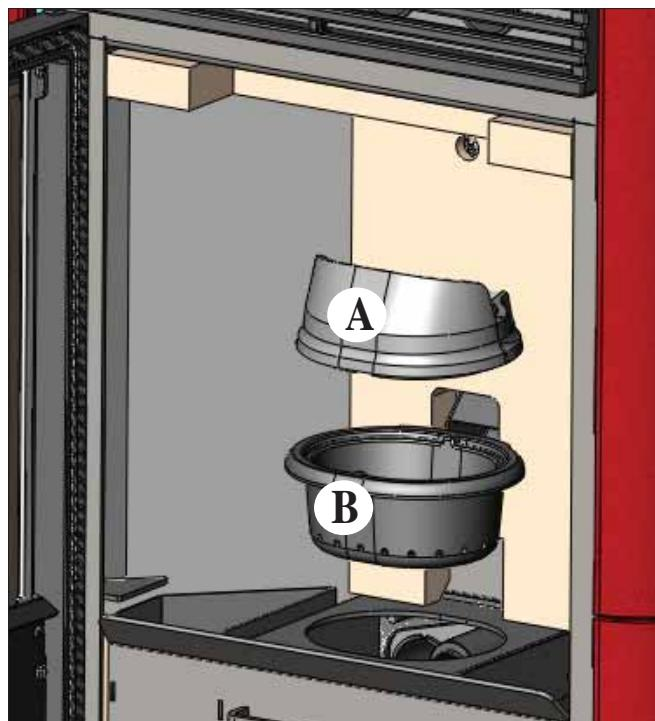

fig. 1
Após a limpeza normal, o acoplamento NÃO CORRECTO do recipiente superior (A) (fig. 1) com o recipiente inferior (B) (fig. 1) pode comprometer o funcionamento da estufa térmica.